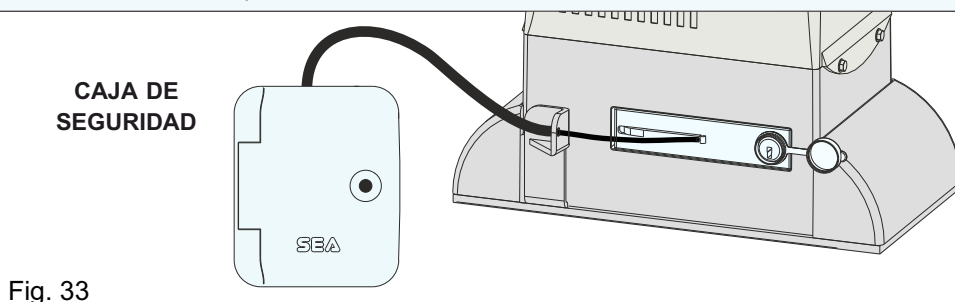

Fig. 33
11.1. El operador LEPUS se puede conectar a un sistema de desbloqueo externo conectado a una caja de seguridad, como se muestra en la Fig. 33